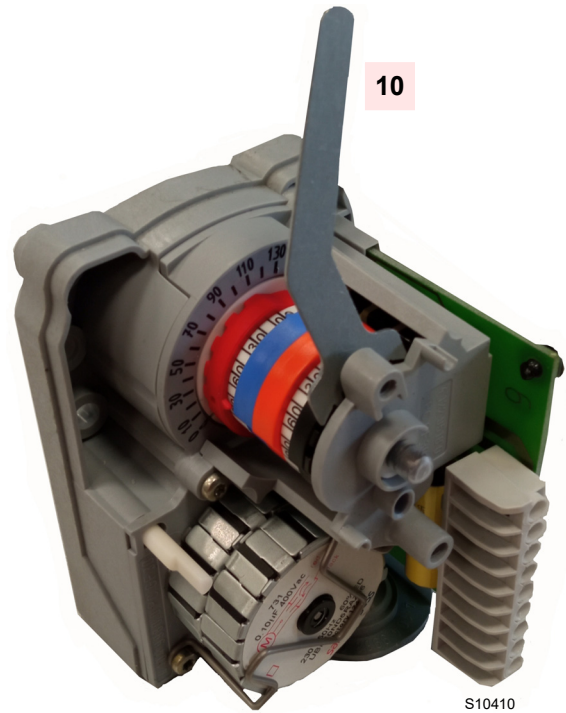

Abb. 36
- Für die eventuelle Einstellung des Nockens IV den speziellen Schlüssel 10)(Abb. 36) verwenden, der im Stellmotor angebracht ist.
- 10 Schlüssel zum Einstellen des Nockens IV (Abb. 36)